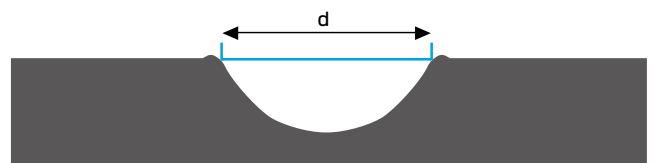
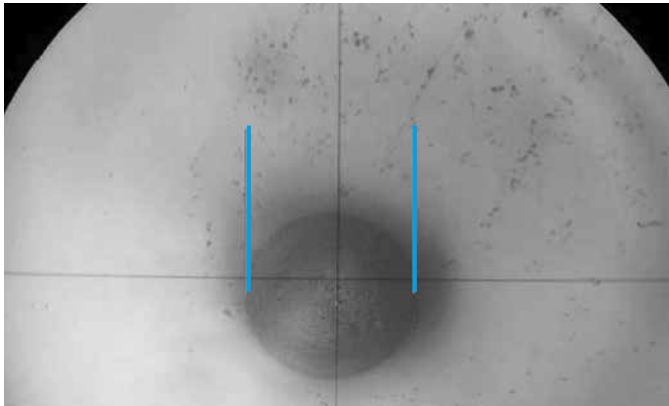
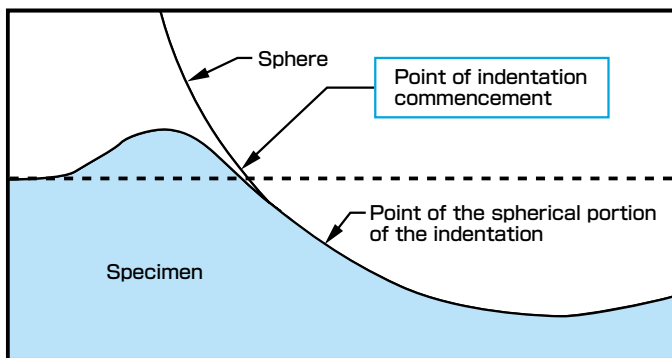

図2 へこみ部分の直径dの測定例
図3 へこみ部分の直径 d の測定例
図4 試験片の変形部分を含めない例
- ① 圧子(直径5mm)の許容差は、±1%(±0.05mm)以下であること。
- ② 恒温槽内の温度変化を抑えるため、試験片の設置はできるだけ速やかに行う必要があり、オーバーシュート5℃以下、5分以内に規定の試験温度(許容差±2℃)に戻る。
- ③ 試験(空気)温度は、試験片のできるだけ近くで測定すること。
- ④ へこみ部分の直径dは、図2や図3の事例に従い、へこみ部分の“solid edge”の直径にできるだけ近似して測定する。ただし、直径dには、図4に示すような材料の変形部分は含めない。
- ⑤ 円形でないへこみ部分の直径は最大径とするが、長径と短径の最大差は0.2mm以下が望ましい。
へこみ部分が鋼球の形状どおりにならないことがあることから、実務経験等を参考に解釈が示されていますが、2014年2月にはIEC60695-10-2(3版)が発行され、これらの解釈についても規定されました。この(3版)では、現行JISに対応する(2版)にあった図が削除され、図3と同様の写真事例が掲載されました。また、へこみ部分の直径は、“clearly defined edge”の間で測定する最大径と示されました。